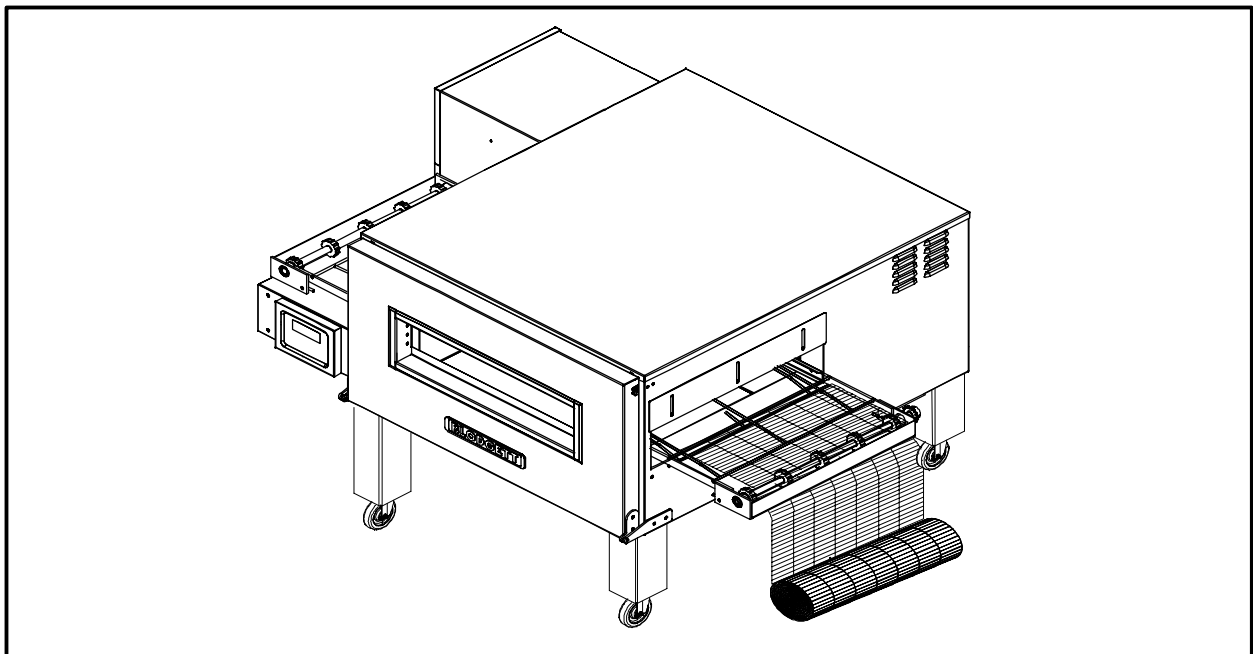

Abbildung 9
1. Ziehen Sie das Förderband von der rechten Ofenseite aus auf. An beiden Enden des Förderbands befinden sich Schleifen. Diese Schleifen müssen sich auf dem Förderbandgestell rückwärts bewegen, damit es nicht zu Beschädigungen kommt. Die korrekte Ausrichtung des Bands sehen Sie in Abbildung 9.